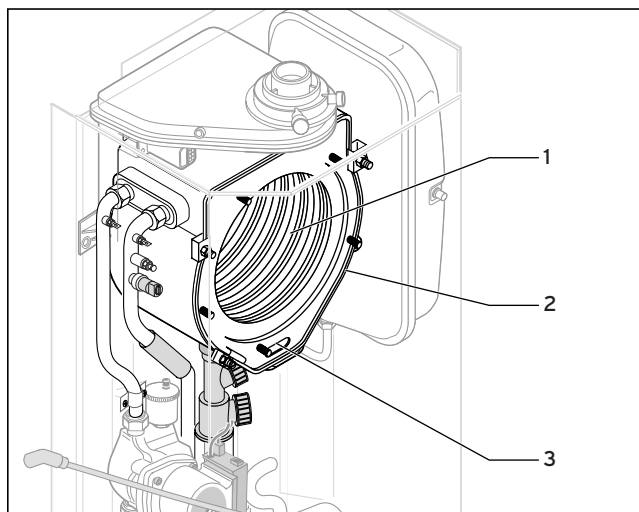

Fig. 7.3 Pulire lo scambiatore di calore integrale a condensazione
- Pulite la spirale di riscaldamento (1, fig. 7.3) dello scambiatore di calore integrale a condensazione (2) con una soluzione non aggressiva (fig. 7.3). Risciacquate con acqua.
- Attraverso l'apertura (3) può essere pulito anche il vano di raccolta della condensa.